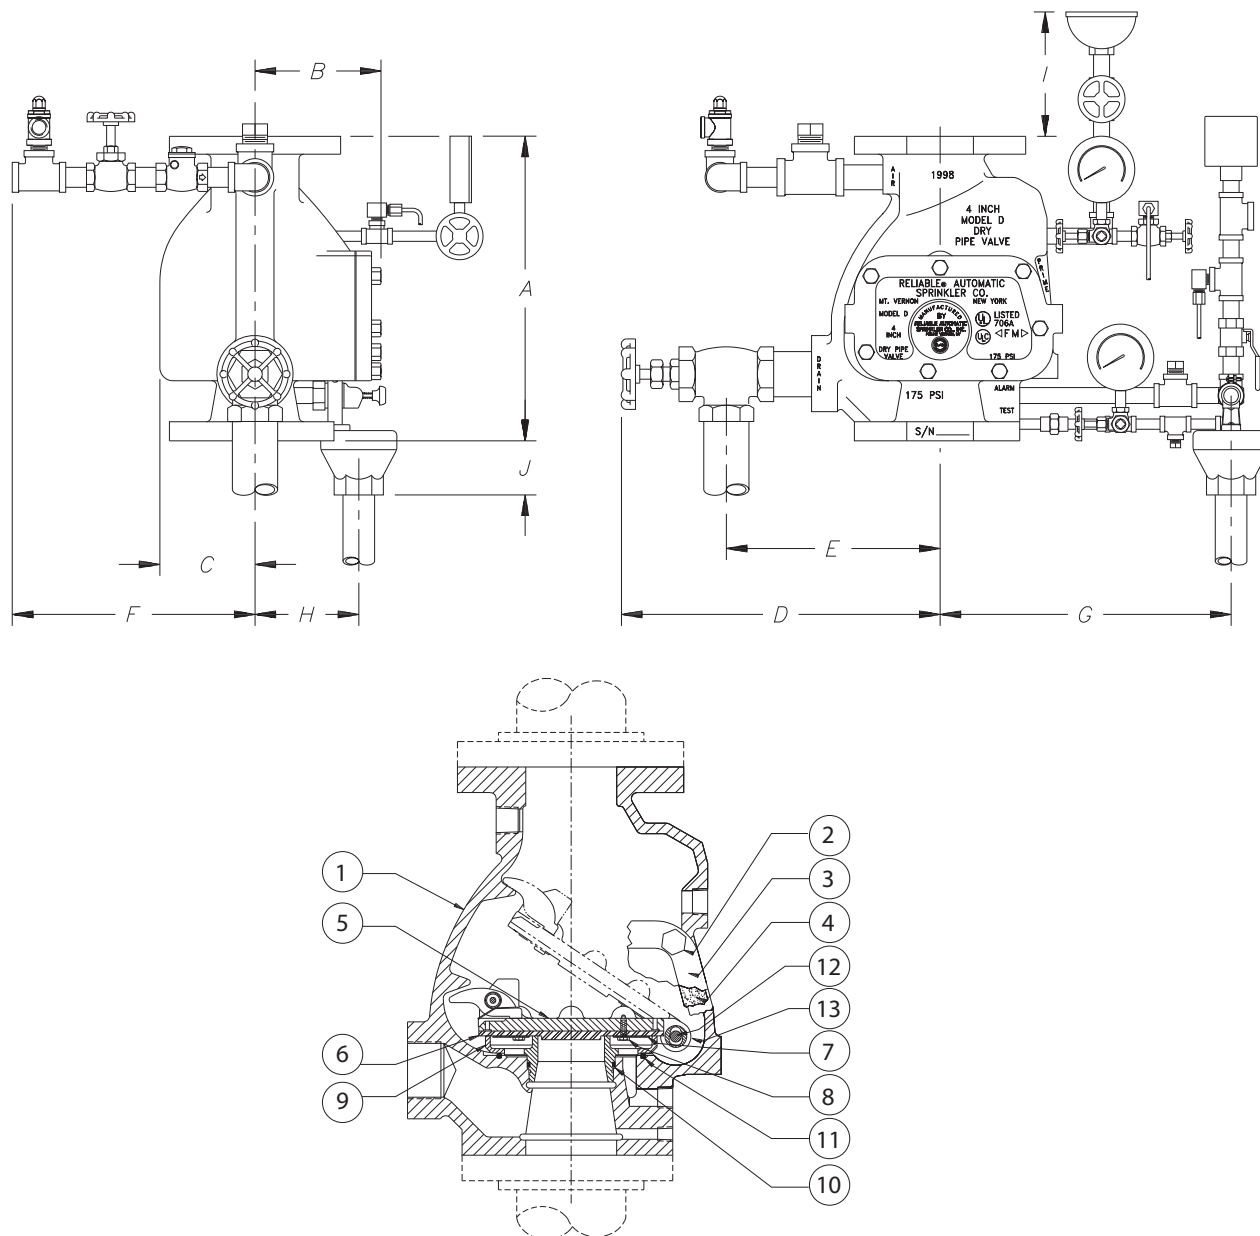

Рис.1
- Снять крышку и поднять заслонку за резиновое уплотнение (Рис. 1). Убедиться, что внутренние поверхности клапана очищены от загрязнений, и что в самом клапане не содержится остатков воды. При необходимости заменить седловое уплотнение. Не допускать попадания маслянистых жидкостей на поверхность седлового уплотнения.
- Правильно разместить резиновое уплотнение заслонки (Рис. 1).
- Вернуть на место сальник и кожух и затянуть болты в крышке (Рис. 1).